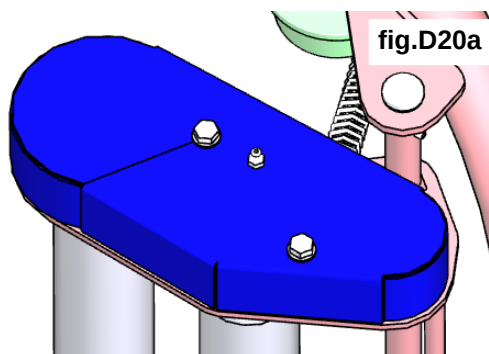

fig.D20a
- Dispositivo porta film, parte alta: rimuovere il carter di protezione (fig.D20a);
- Film holder device, upper side: remove the protective carter (fig. D20a);